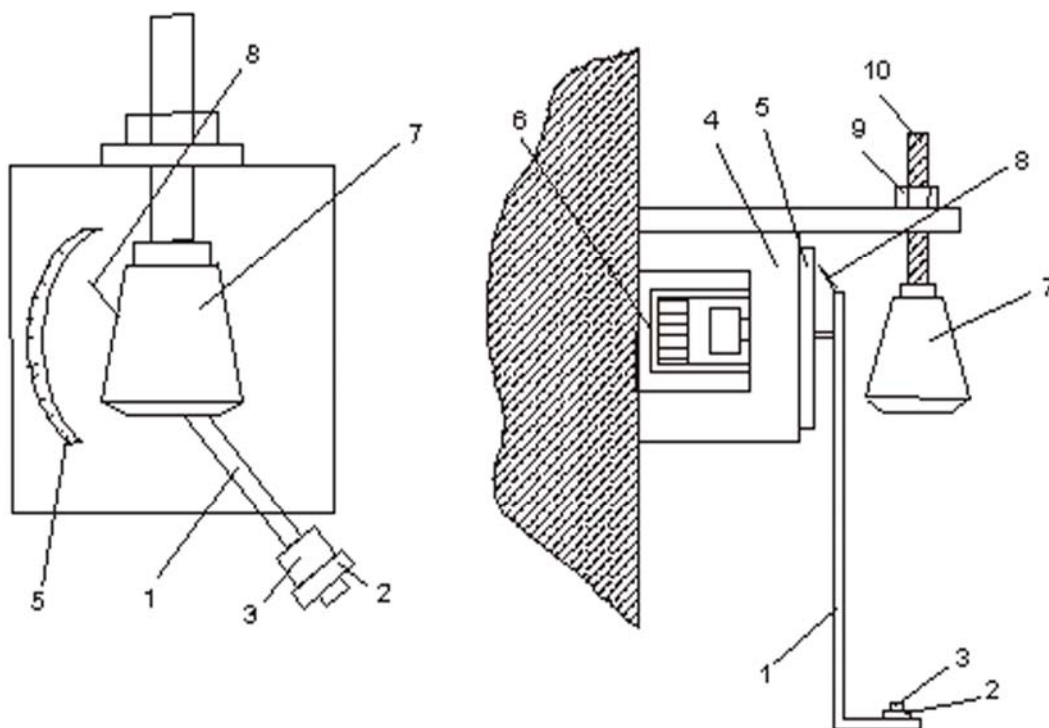
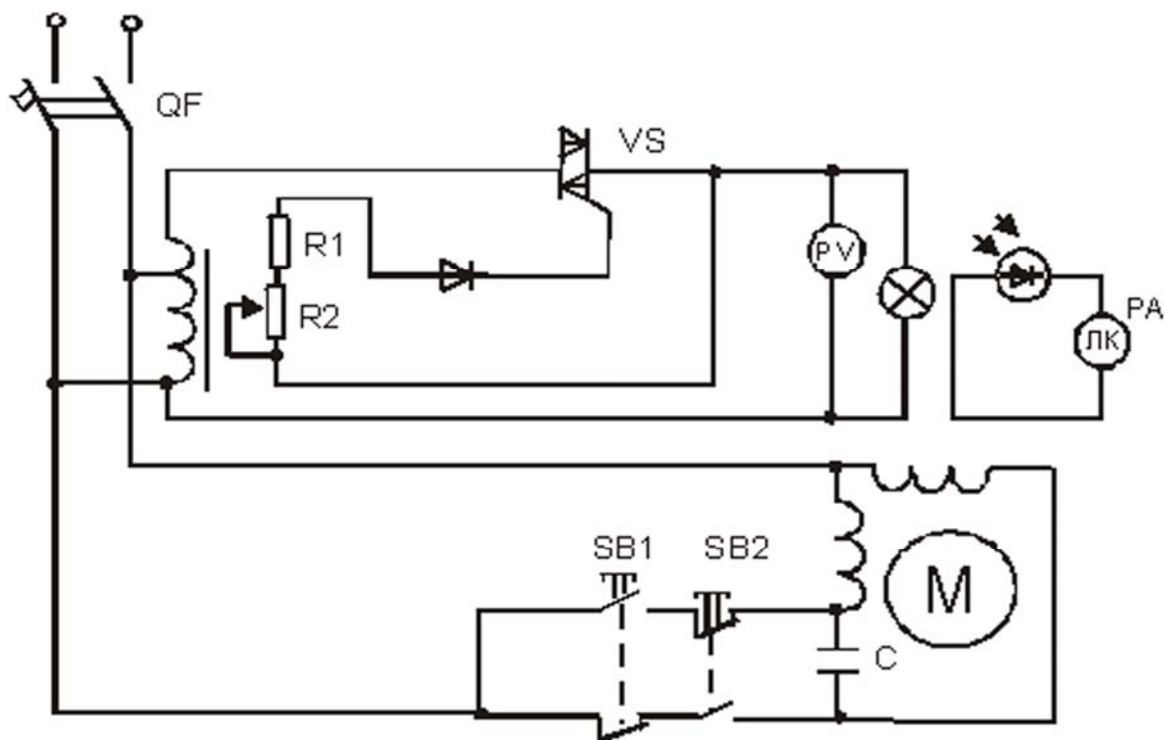

Рис. 4.3. Распределительный фотометр
Рис. 4.4. Схема электрическая принципиальная для измерения силы света
2. Экспериментальные кривые светораспределения снимаются при помощи распределительного фотометра. Распределительный фотометр (рис. 4.3) состоит из штанги 1 с закрепленным на конце селеновым фотоэлементом 2. При снятии кривых светораспределения на фотоэлемент надевается тубус 3. Штанга поворачивается в секторе от 0 до 180° с помощью исполнительного механизма 4. Для измерения угла поворота с лицевой стороны исполнительного механизма укреплен транспортир 5. Светильник или лампа укрепляются так, чтобы нить накала лампы находилась против центра вращения штанги.
Электрическая схема фотометра (рис. 4.4) состоит из блока регулирования напряжения на источнике света, блока измерения оптического излучения и поста управления конденсаторным электродвигателем исполнительного механизма 4 (см. рис. 4.3).